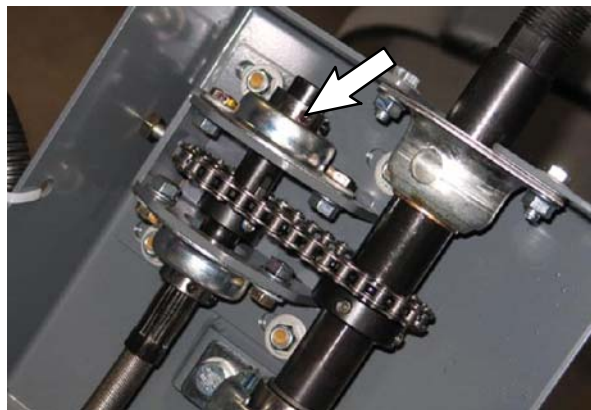
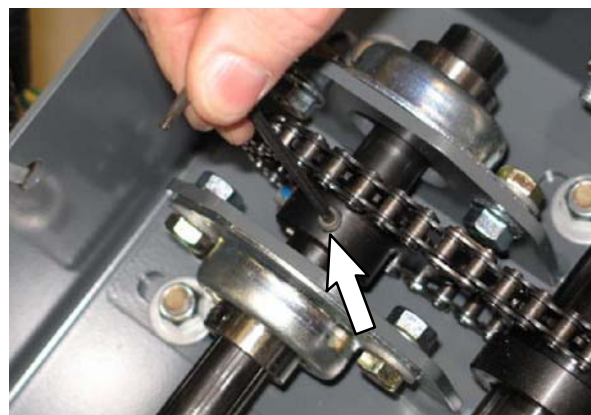
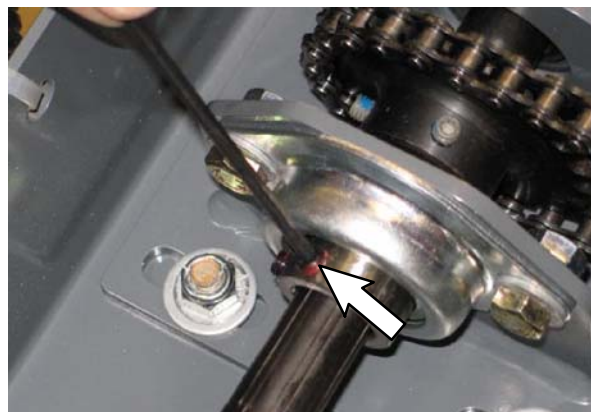

FIG. 21
FIG. 22
FIG. 23
19. Allentare le sei viti di fissaggio nel cuscinetto della flangia superiore, nell'ingranaggio dello sterzo e nel cuscinetto della flangia inferiore. (Fig. 21 / Fig. 22 / Fig. 23)